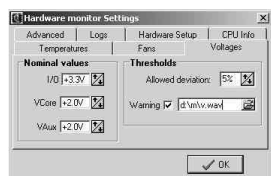

图 8
5. Voltages (电压监控) 板块: 这个板块主要是对电压的稳定性进行监控(图 8)。Nominal values 这一栏中是设置正常的电压值，通常情况下不需要人工设置系统就会自动识别。如果你提高电压超频的话，这里就需要进行人工设置了。Thresholds 这一栏是这个板块的核心，其中 Allowed deviation 选项是电压允许的波动幅度设置，单位百分比。如果电压超过这个幅度就会报警。